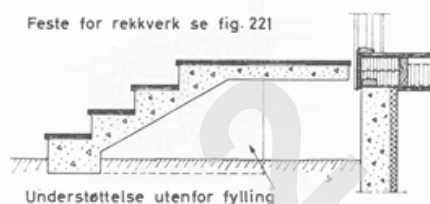

Fig. 243. Betongtrapp uten frostfrie fundamenter. Mål 1:50
- 243 Trappen kan også legges oppå bakken med en 10 cm betongvange som understøttelse, slik som fig. 243 viser. Trappen tåler små telehivinger, men hvis massene under fotplaten er sterkt teleskytende, må de utskiftes.